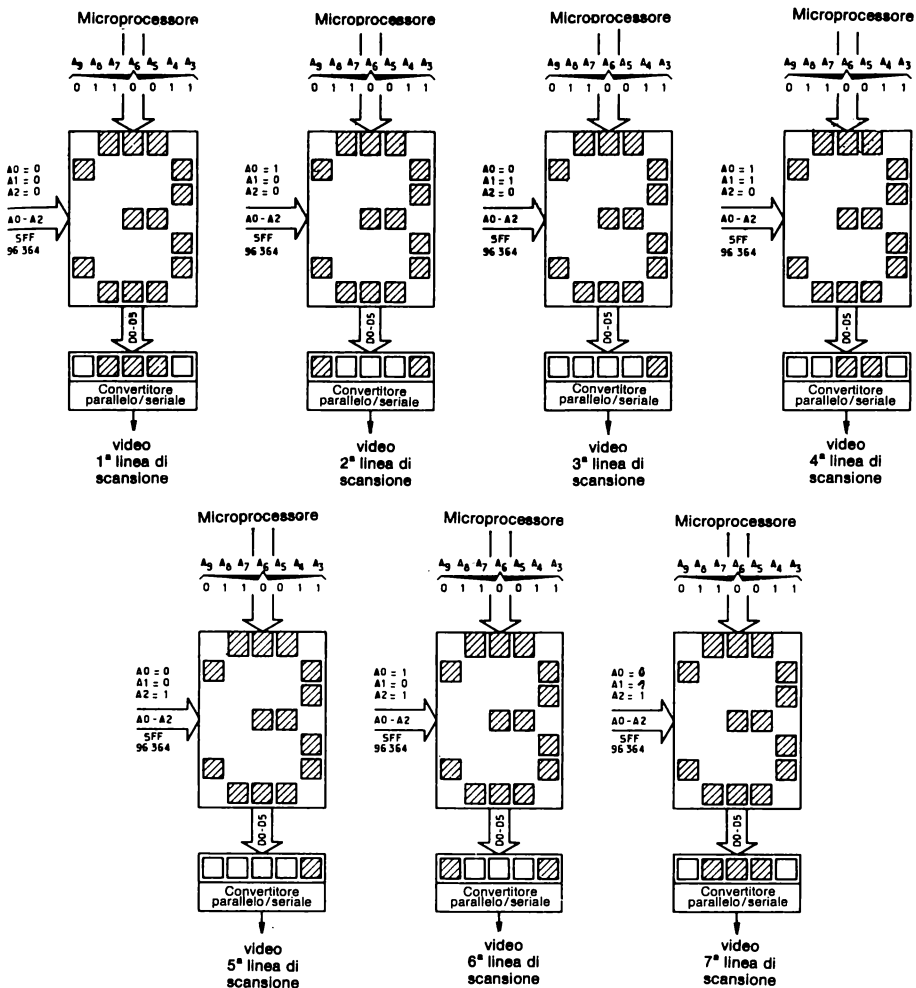

Figura 28 - Generazione di un carattere da visualizzare.
Il procedimento di scrittura di un carattere formato da una matrice di 35 punti (7x5) è mostrato nella figura 28. Il microprocessore trasmette alla memoria dei caratteri, associata all'interfaccia, un carattere ASCII (1), sotto forma di 7 bit di indirizzo da A_3 a A_9 . Il generatore di caratteri li riceve e, a seconda del valore di A_0 , A_1 , A_2 , invia, dopo una conversione parallelo/serie, alla griglia del tubo catodico, una parola di 5 bit, corrispondente ad una riga della matrice del carattere da visualizzare. Poiché nel nostro caso, un carattere è formato da sette righe di cinque punti ognuna (figura 28), l'indirizzo da A_3 a A_9 deve essere applicato sequenzialmente sette volte al generatore di caratteri in sincronismo con la scansione delle righe mentre l'indirizzo da A_0 a A_2 passa da zero a sei.